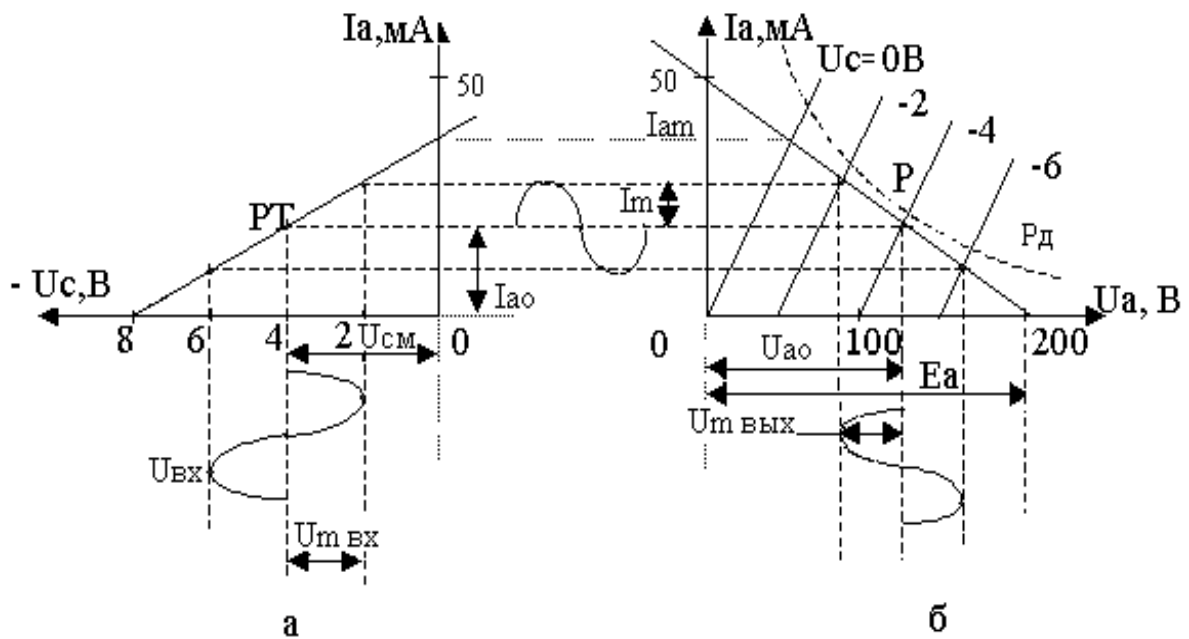

Рисунок 4.2 - Динамічна сіткова характеристика (а) і вихідний сигнал каскаду (б)
Необхідно підготувати осі графіків для розрахунків, показаних на рис. 4.2 і вибрати масштаби струму I_a і напруги U_a . Після цього необхідно узяти анодні характеристики для відповідної лампи (додаток Г) і її гранично - допустимі параметри.
Наприклад, при $U_a = 150\text{В}$, I_a становит 14 мА. Розраховані значення визначають криву P_d , приведену на рис. 4.2,б пунктиром. Необхідно, щоб робочі струми каскаду і пряма навантаження розташовувалися у області нижче цієї кривої.
- Побудуємо динамічну сіткову характеристику каскаду (рис. 4.2,а). Вибираємо масштаб сіткової напруги так, щоб він відповідав напругам сітки з сімейства анодних характеристик. Масштаб струму анода зберігається тим же. Використовуючи точки перетину НП і анодних характеристик, визначаємо струми анода при різних напругах сітки U_c , і будуємо сіткову характеристику.
– Визначимо динамічну крутизну S_d тріода, яка є крутизною динамічної характеристики одержаної вище (рис. 4.2,а). Задаючи на **діаграмі** трикутником зміни напруги сітки ΔU_c , знаходимо відповідну зміну струму ΔI_a . Потім по формулі (4.1) знаходять крутизну S_d .
– Визначимо графічно зміну напруги на сітці лампи, яке приводить до зміни струму анода від $I_{a_{max}}$ до $I_{a_{min}}$ у схемі. Для цього на рис. 4.2,а зобразимо вхідний сигнал, який змінює напругу на сітці лампи U_c щодо напруги зсуву на величину $U_{m \text{ вх.}}$. При цьому змінюється струм анода і анодна напруга.